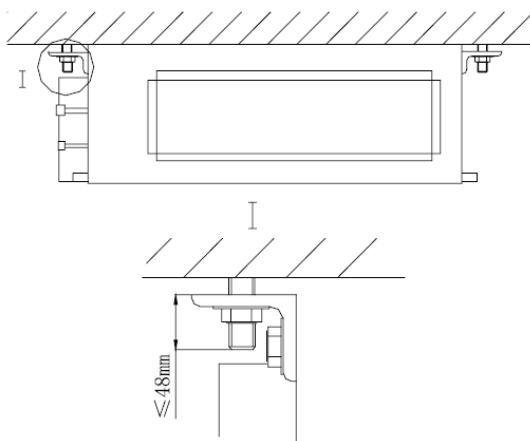

Fig. 5
- 3) Installare l'unità interna al soffitto secondo la fig. 5.